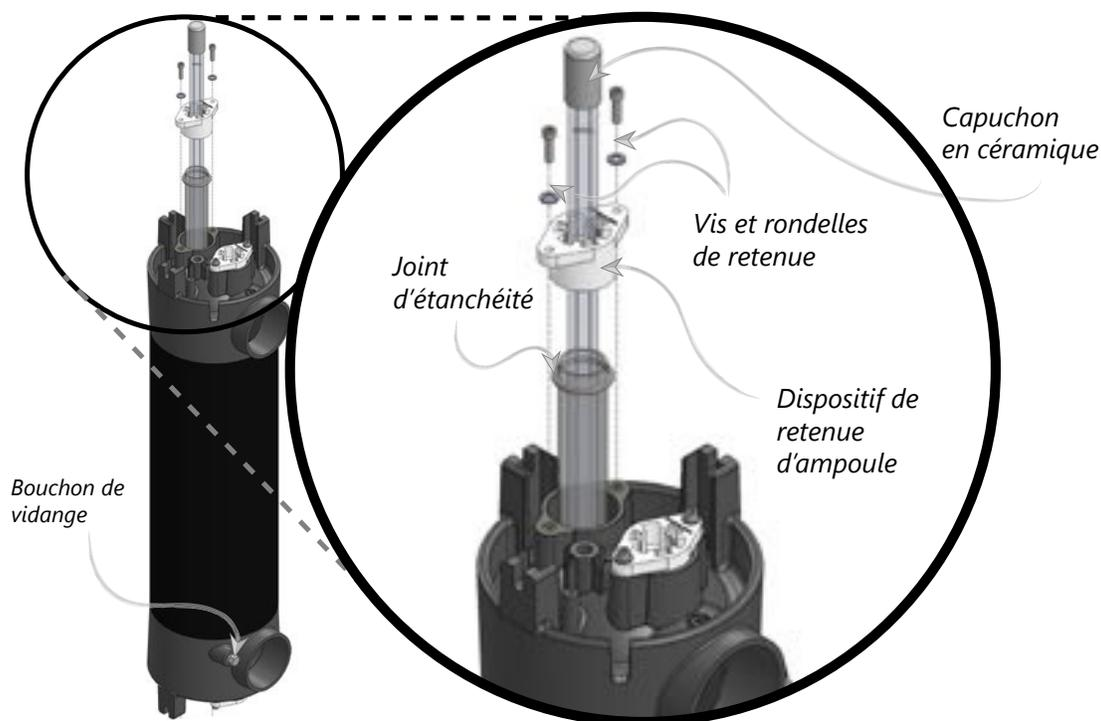

Figure 15 : Sous-ensemble du réacteur UV
3. Placer la retenue d'ampoule sur le tube de quartz. Utiliser la clé hexagonale incluse dans l'emballage pour fixer la retenue d'ampoule au réacteur UV, à l'aide des vis de retenue d'ampoule et des rondelles, comme illustré à la Figure 15. S'assurer que les rebords de retenue d'ampoule sont complètement posés contre le réacteur UV.